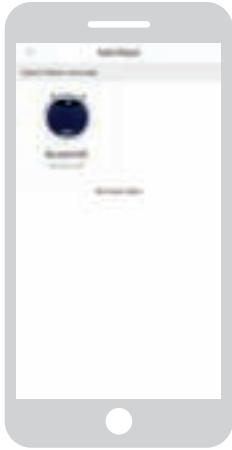

Figure 13 - Ajouter un appareil      Figure 14 - Relier le robot
3. Sélectionnez le BluebotXE, voir figure 13.